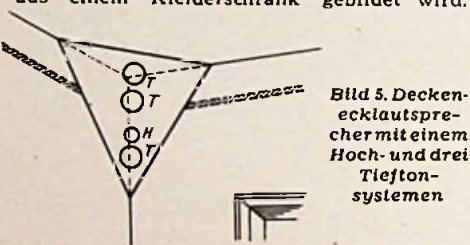
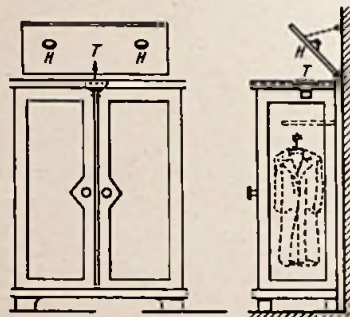

Bild 5. Deckenecklautsprecher mit einem Hoch- und drei Tieftonsystemen
Bild 6. Verwendung eines Kleiderschranks als Lautsprechergehäuse mit besonders großem Volumen und natürlicher Dämpfung
Einige in der Praxis besonders bewährte Heimausführungsformen von geschlossenen Gehäusen sind in Bild 5 und 6 gezeigt. Der schon länger bekannte „Deckeneck“-Lautsprecher muß hier naturgemäß so ausgeführt werden, daß die Ränder der Schallwand z. B. durch Filzbelag direkt an den anschließenden Wänden und der Decke anliegen. Das so entstehende Raumvolumen besitzt vorteilhafterweise keine parallel verlaufenden Wände, so daß keine scharf ausgeprägten Resonanzfrequenzserien entstehen können, bei denen jeweils auch die Harmonischen von Grundtönen gleichzeitig Resonanzfrequenzen darstellen. Im gezeigten Beispiel ist allerdings nicht nur ein, sondern es werden mehrere Tieftonsysteme (T) und ein Hochtonsystem (H) verwendet, was eine Annäherung an die später behandelten Schallzellen darstellt. Außerdem hat die Deckeneckanordnung noch zusätzlich eine Art Trichterwirkung, indem nämlich durch die Zimmerwände mit Decke $\frac{1}{4}$ des gesamten vorhandenen Raumwinkels ausgeschnitten und eine Schallkonzentration in Form eines dreikantigen Kegeltichters bewirkt wird, so daß also der Wiedergaberaum gewissermaßen in die Schallführung mit einbezogen erscheint. Die zweite Ausführungsform in Bild 6 stellt ein geschlossenes Gehäuse dar, das aus einem Kleiderschrank gebildet wird.